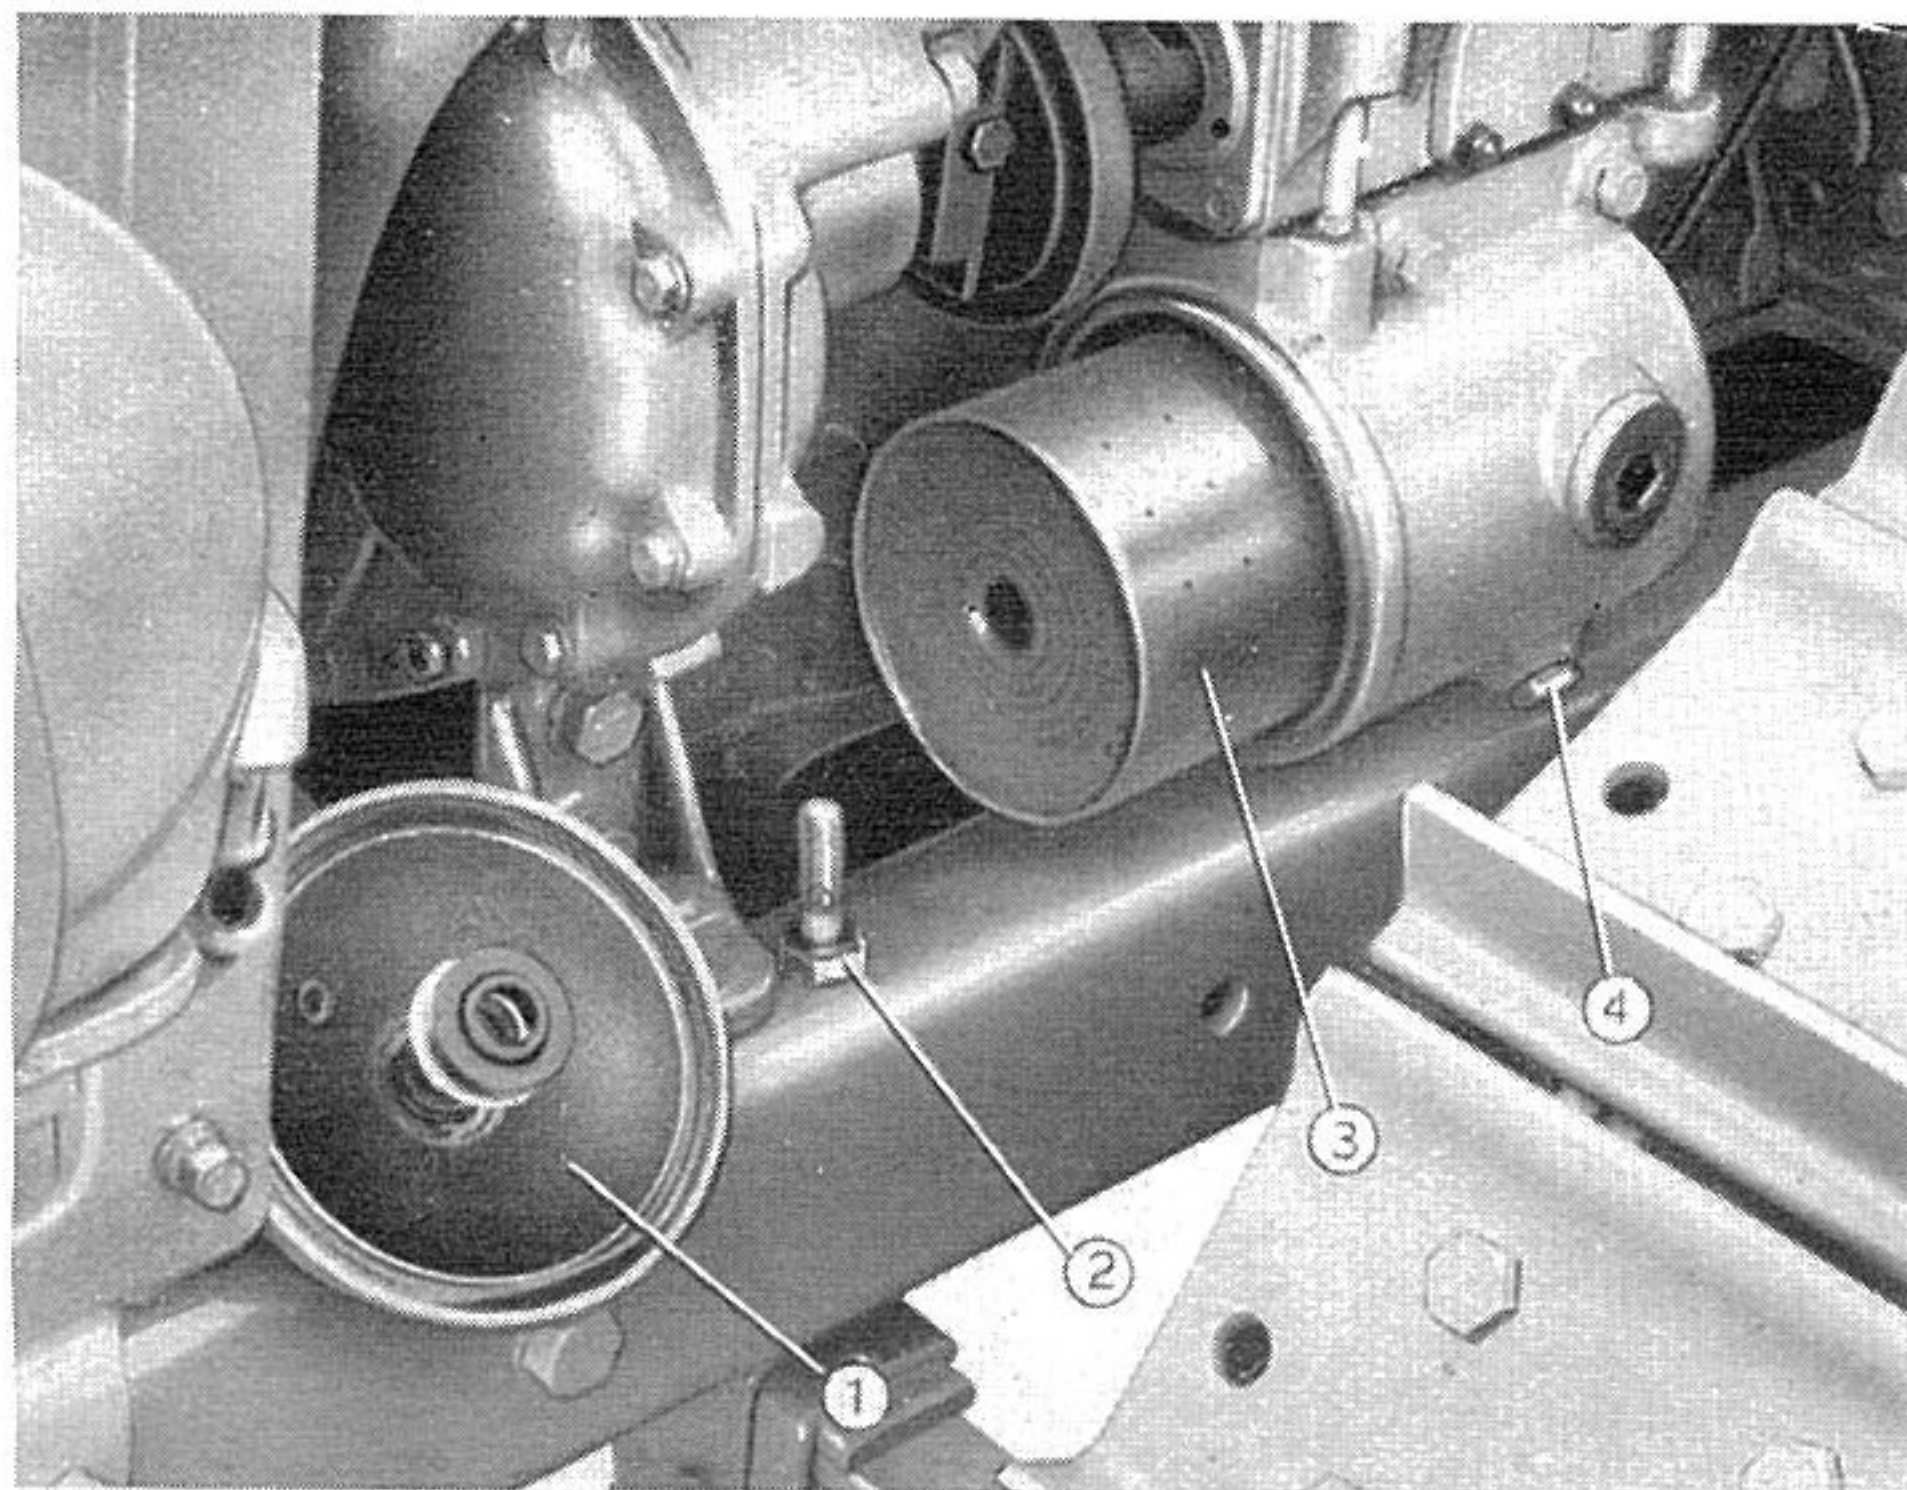

Fig. 25. - Cartouche de filtre à huile.
a) **Toutes les 80 heures de travail:** déposer le couvercle du filtre, extraire la cartouche filtrante et nettoyer l'intérieur du conteneur avec du pétrole, en déchargeant les dépôts éventuels par le bouchon prévu (fig. 25).